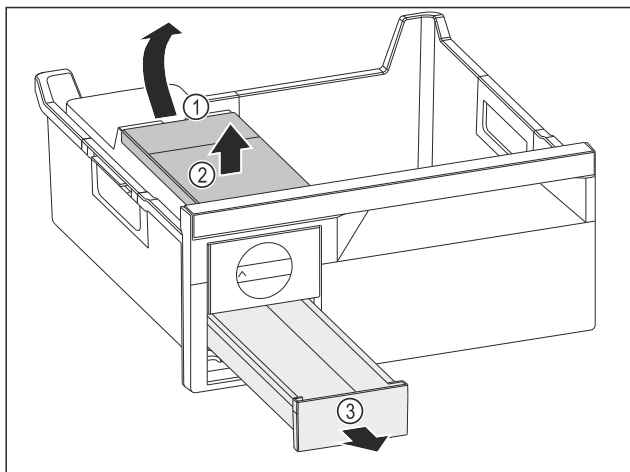

Fig. 111
- ▶ Odstranjevanje rezervoarja za vodo: Dvignite rezervoar za vodo za izrez Fig. 111 (1).
- ▶ Rezervoar za vodo Fig. 111 (2) dvignite in odstranite.
- ▶ Predal za ledene kocke Fig. 111 (3) povlecite naprej in odstranite.